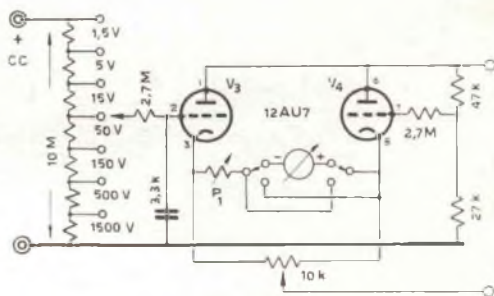

Fig. 9 - Realizzazione per corrente continua.
**Fig. 9 -** Altra vista del foto-timer a montaggio ultimato; si noti anche il contenitore adatto per rendere l'apparecchio più pratico ed anche di aspetto più professionale.
**Operazioni di messa a punto** - terminate le suddette operazioni, il montaggio è da ritenersi ultimato, e deve apparire come illustrato nella *fig. 8* e nella *fig. 9*.
zero. Il potenziometro P1 della fig. 9 si presenta sul pannello frontale ed è regolato di volta in volta.